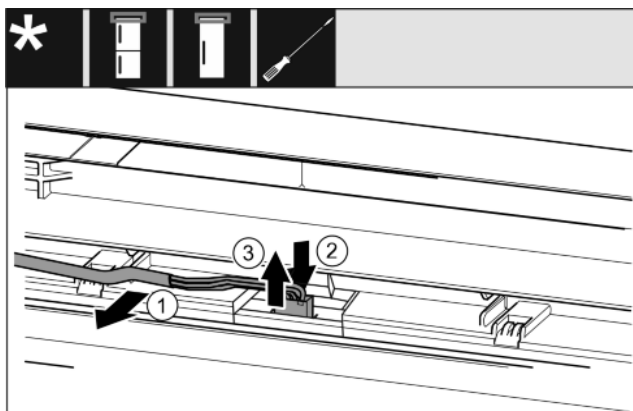

Fig. 16
- ▶ Осторожно высвободите серый кабель из направляющей в двери. Fig. 16 (1)
- ▶ Вдавите назад накладку за штекером. Fig. 16 (2)
- ▶ Осторожно вытяните штекер вверх. Fig. 16 (3)